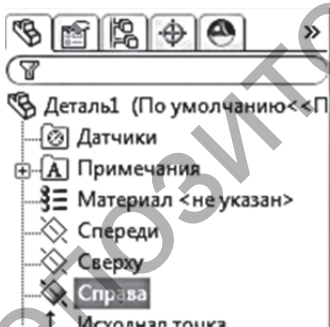
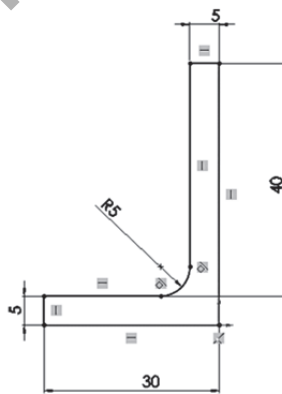

Рисунок 12.1
Рисунок 12.2
1. Создайте новый документ, выбрав в качестве типа документа вариант «Деталь». Выберите в дереве конструирования плоскость для построения эскиза, щёлкнув на пункте «Справа», и в появившейся панели щёлкните на кнопке «Эскиз», установите вид справа, выбрав команду «Стандартные виды→Справа» (рис. 12.1) или щёлкнув на кнопке «Справа» в пиктографическом меню кнопки «Ориентация видов». Постройте эскиз согласно примеру (рис. 12.2), проставьте размеры, щёлкнув на кнопке «Автоматическое нанесение размеров». В завершение выйдите из режима создания эскиза, снова щёлкнув на кнопке «Эскиз».